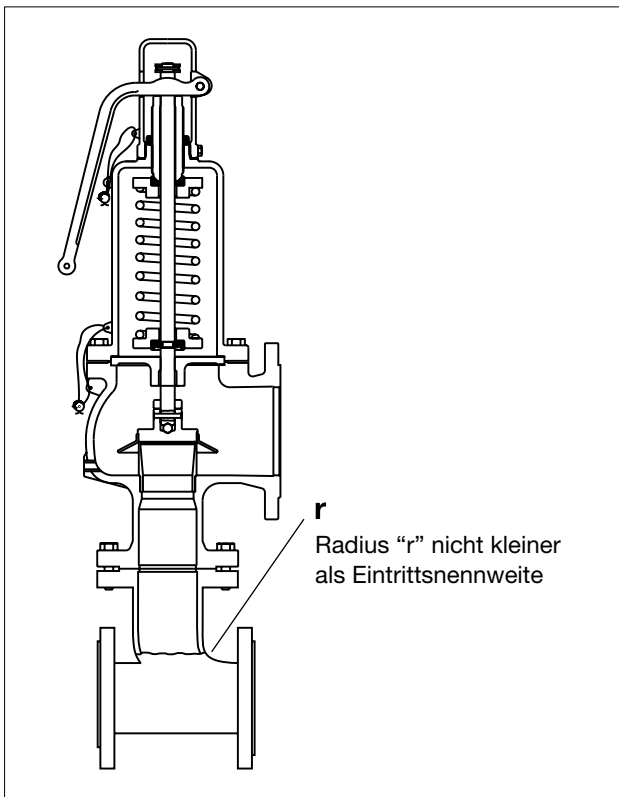

Bild 6
4. Die Eintrittsrohrleitung sollte nicht kleiner sein als die Ventil-Nennweite (Bild 6, 7, Seite 9).
5. Die Größe der Austrittsrohrleitung muss mindestens gleich groß oder größer als die des Ventilaustrittes sein und ist so zu bemessen, dass der beim Abblasen entstehende Eigengegendruck nicht größer als 10% des Ansprechdruckes ist. Große Radien für Bögen sind zu verwenden (Bild 6, Seite 9).